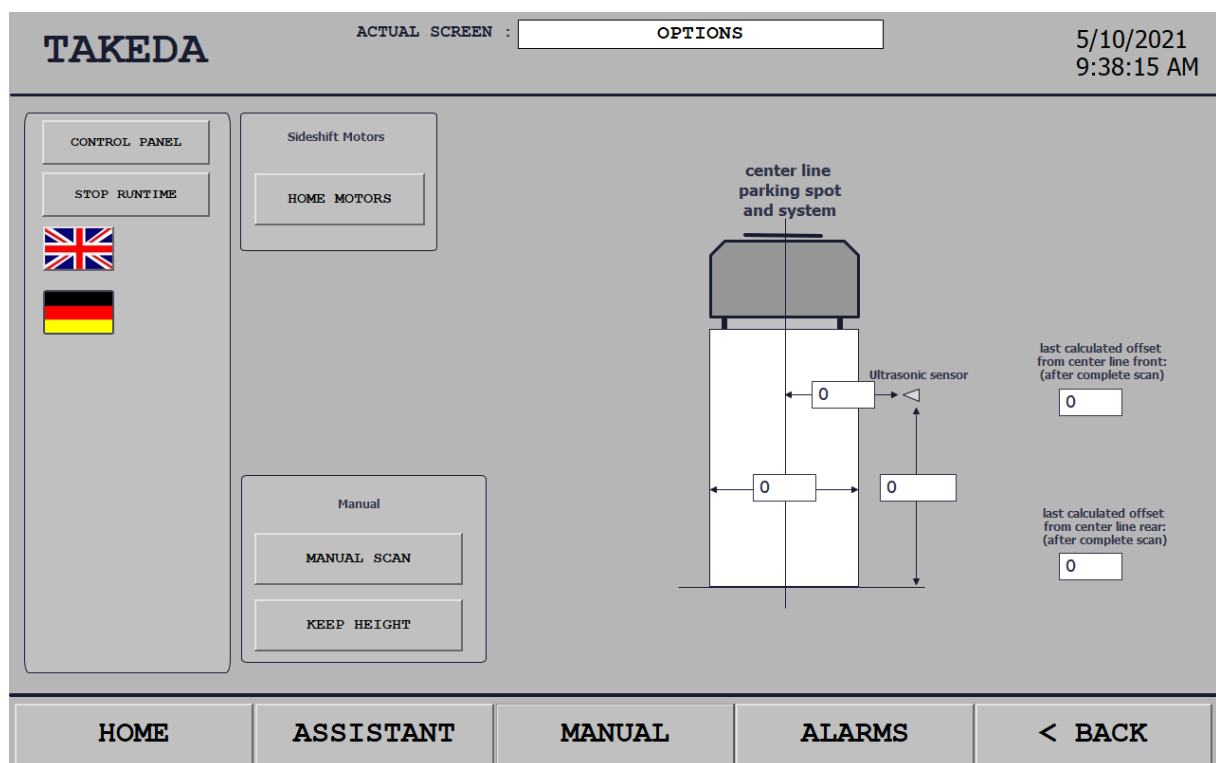

Abbildung 7.6 Bildschirm „Options“
- Rufen Sie den Bildschirm „Options“ auf (Abbildung 7.6), indem Sie oben links auf die Schaltfläche **[EXTRA]** drücken.